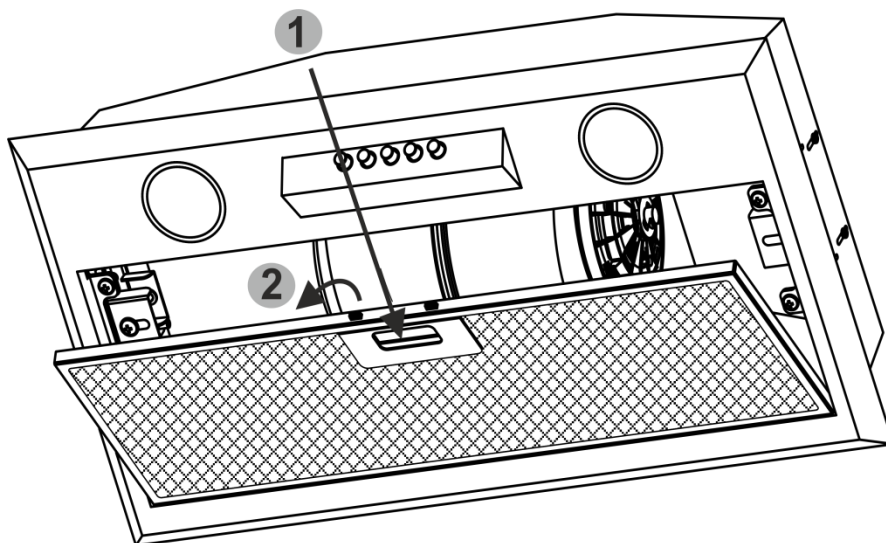

Рис. 5
7.9 Для зняття алюмінієвого фільтра (**рис. 5**) слід натиснути на пружинну засувку **1** і, потягнувши вниз **2**, зняти фільтр з панелі. Установку фільтра виконати в зворотному порядку. **Не встановлюйте фільтр після миття до його повного висихання.**